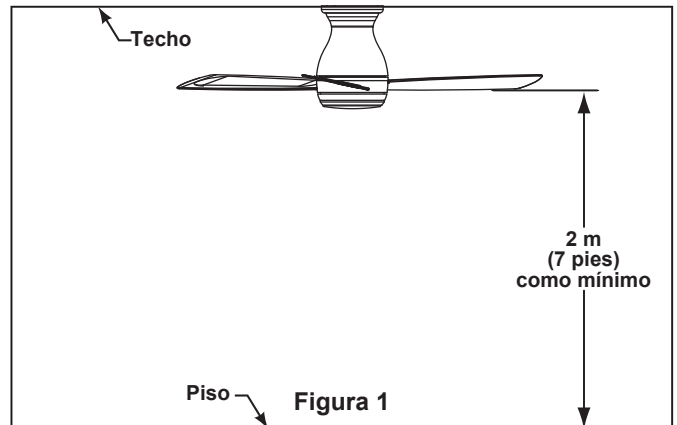

Figura 1
Uso de perfil bajo (Figura 1)
Las aspas del ventilador deben estar suspendidas, al menos, a 2 m (7') del piso (Figura 1)
- 1.** Instale la unidad del motor a la unidad de soporte de techo utilizando los tornillos retirados previamente fije con seguridad los tres tornillos. (Figura 1)